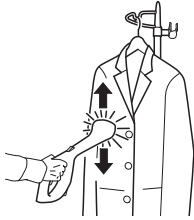

Abb. 18
5. Warten Sie, bis ausreichend Dampf aus der Textilpflagedüse herauskommt. Führen Sie dann die Textilpflagedüse an das Textil heran und dämpfen Sie es mit langsamen Auf-und-Ab-Bewegungen (Abb. 18). Verwenden Sie den Baumwollüberzug (Abb. 16/8) bei Bedarf, um Haare und Fusseln besser vom Textil zu entfernen.